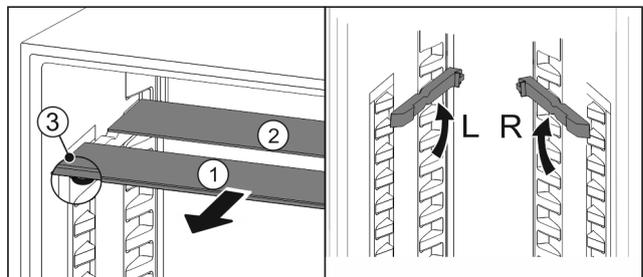

Fig. 47
- ▶ Glasplatten einzeln nach vorne herausziehen Fig. 47 (1).
- ▷ Glasplatte Fig. 47 (1) mit Zierleiste liegt vorne.
- ▷ Stopps Fig. 47 (3) zeigen nach unten.